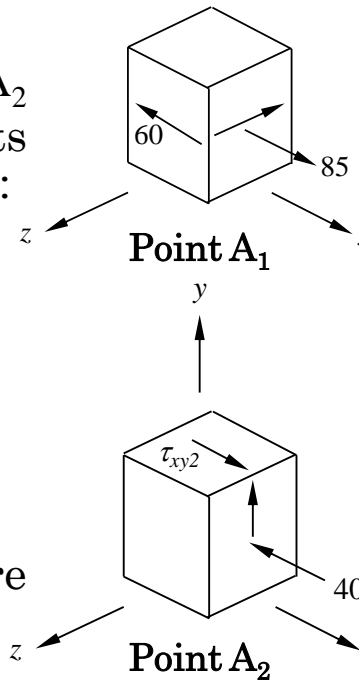
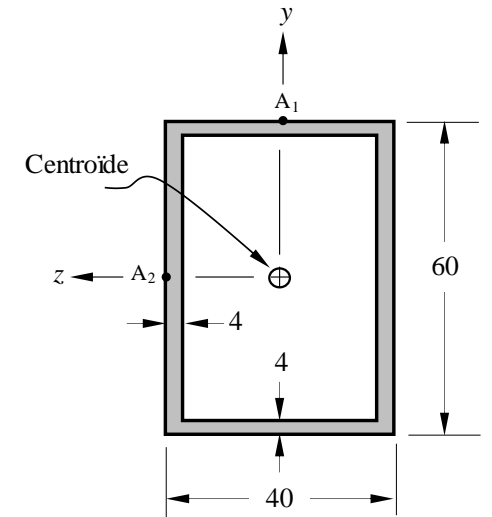

Figure 16c: cubes élémentaires des points A_1 et A_2
Figure 16b: poutre et chargement
L'état de contrainte induit par le chargement aux points A_1 et A_2 de la section A (voir la Figure 16b) est illustré sur les éléments infinitésimaux de la Figure 16c. Les propriétés de la section sont :
- La contrainte de cisaillement au point A_2 , τ_{xy2} (voir la Figure 16c, sens montré arbitrairement).